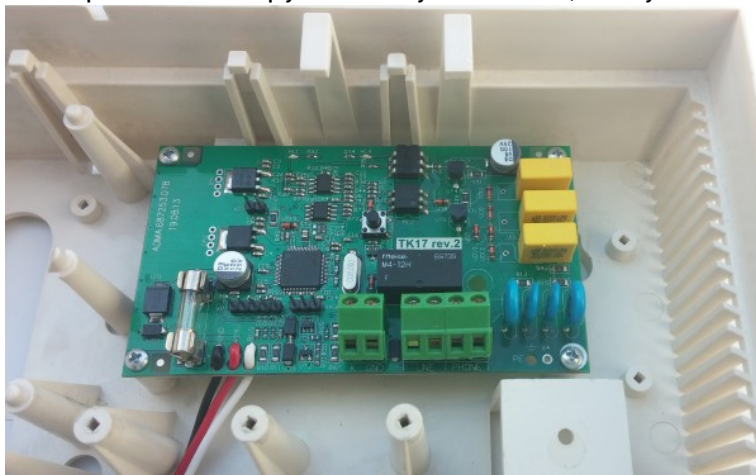

Рисунок 34. Установка коммуникатора «ТК-17»
2. Установить коммуникатор в корпус прибора (рисунок 34) и соединить с платой ППКОП согласно схеме на рисунке 43;